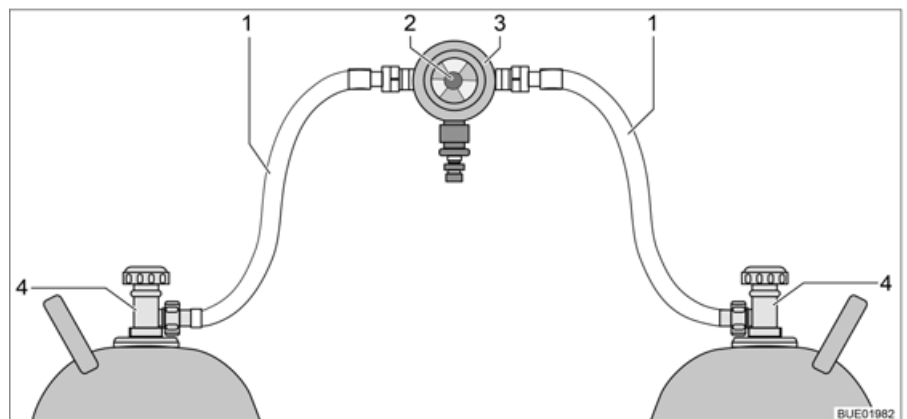
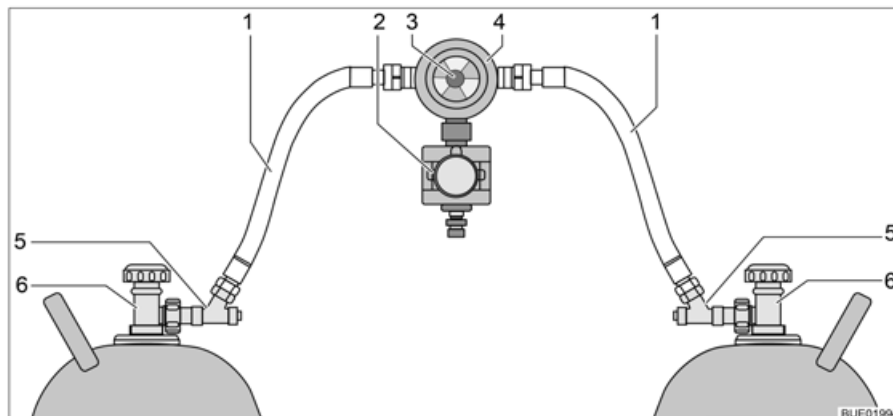

Bild 131 Omkopplingsenhet för gasflaskor
Bild 132 Omkopplingsenhet för gasflaskor med CPU
Omkopplingsenheten för gasflaskorna består av en kombinerad gastrycksregulator med omkopplingsventil och visning (Bild 131,3). Omkopplingsenheten för gasflaskor är monterad mellan de två gasslangarna (Bild 131,1).
Omkopplingsenheten för gasflaskorna består av en kombinerad gastrycksregulator med omkopplingsventil och visning (Bild 132,4) och en elektroventil (Bild 132,2). Elektroventilen spärrar vid kraftig bromsning, olycksfall eller kraftig lutning, av gastillförseln till fordonet. Omkopplingsenheten för gasflaskor är monterad mellan de två gaslangarna (Bild 132,1) med slangbrotts-säkringar (Bild 132,5).
Med vredet (Bild 131,2 resp. Bild 132,3) på omkopplingsenheten, ställer du in vilken av gasflaskorna som ska användas som driftflaska och vilken gasflaska ska användas som reservflaska.
Med kontrollenheten (Bild 133) kan endast de elektriska funktionerna styras. Gasflaskornas huvudavstängningsventiler (Bild 131,4 resp. Bild 132,6) måste öppnas eller stängas för hand.
- Öppna huvudavstängningsventilerna på gasflaskorna (Bild 131,4 resp. Bild 132,6).
- Tryck in slangbrottssäkringarna (Bild 132,5) i 10 sekunder, efter varandra.
- Välj med vredet (Bild 131,2 resp. Bild 132,3) på omkopplingsenheten, gasflaskan som ska prioriteras (driftflaska).
- Stäng huvudavstängningsventilerna på gasflaskorna (Bild 131,4 resp. Bild 132,6).